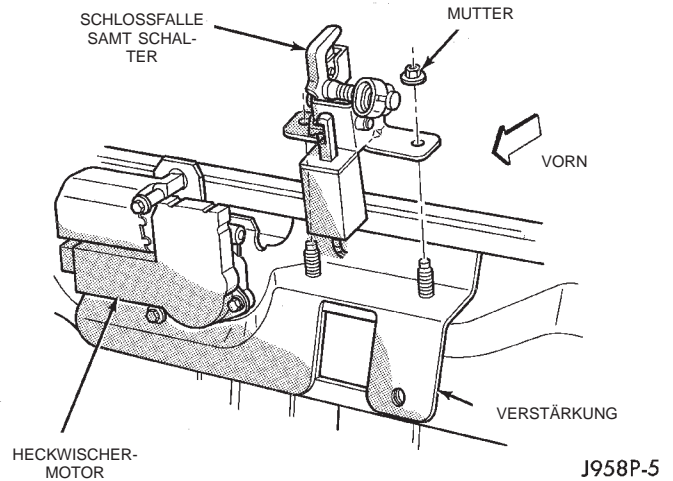

Abb. 14 Heckscheibe-Offen-Schalter aus- und einbauen
(5) Unterteil der Heckklappenverkleidung aus dem Fahrzeug nehmen.
(6) Die beiden Muttern lösen, mit denen die Heckscheibenschloßfalle am Innenblech der Heckklappe befestigt ist (Abb. 14).